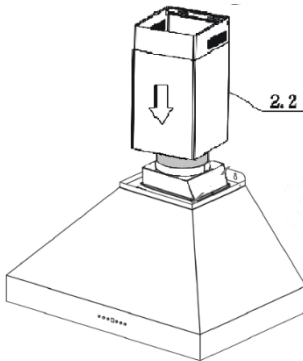

Figure 8.
2. Faites glisser la section extérieure (2.2) vers le bas à l'extérieur de la section intérieure (2.1). Abaissez soigneusement la cheminée dans la zone encastrée du dessus du corps de la hotte et fixez-la dans l'espace du dessus du corps de la hotte. *Figure 8 et 9*.